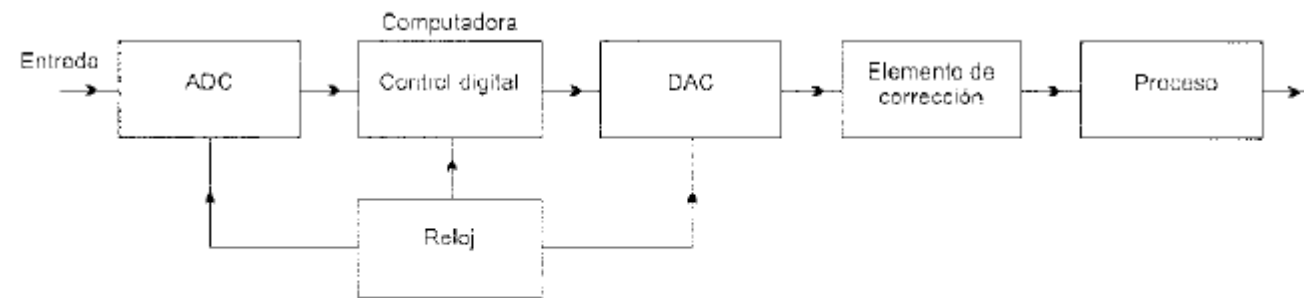

Figura 1.22 Sistema de control digital en lazo abierto para sistemas en tiempo continuo
- La figura 1.22 muestra la forma básica que puede tomar un sistema de control digital en lazo abierto, cuando la entrada es una señal continua en el tiempo, es decir, una señal que puede variar de manera continua con el tiempo y no es digital.